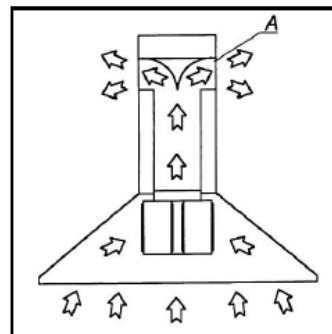

Fig.2
VERSION FILTRANTE (Fig.2) (En option): Évacue les fumées et les odeurs aspirées recyclées normalement de nouveau à l'intérieur du local (A). Cette option est généralement utilisée lorsqu'il n'y a pas de possibilité d'évacuation vers l'extérieur.